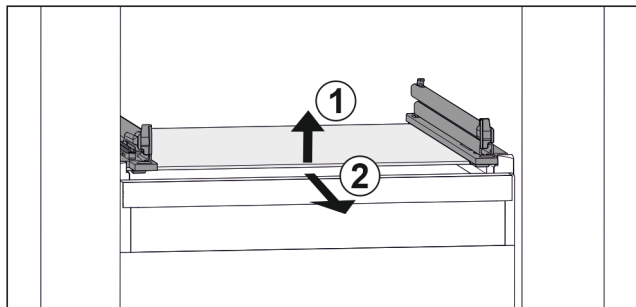

Fig. 106 Примерное отображение стеклянной пластины
- ▶ Приподнимите стеклянную пластину спереди. Fig. 106 (1)
- ▶ Извлеките стеклянную пластину движением вперед. Fig. 106 (2)